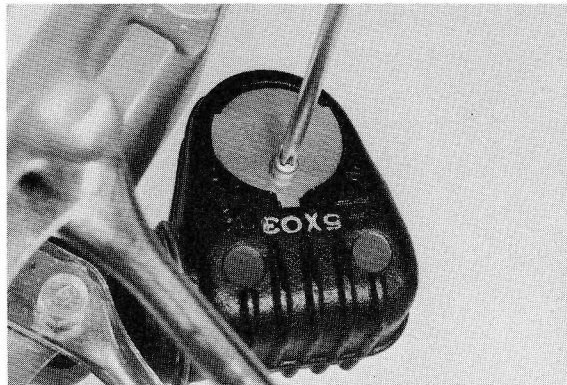

Fig. 3-3-16
- 1) Ta bort skruven med skålformigt huvud som håller bromsbacken 2 och därefter bromsbacken. (Se Fig. 3-3-16 och 3-3-17)
- 1) Den fladhovedede skrue, der fastholder bremseklods 2, fjernes, hvorefter bremseklodsen tages ud. (Fig. 3-3-16 og 3-3-17)